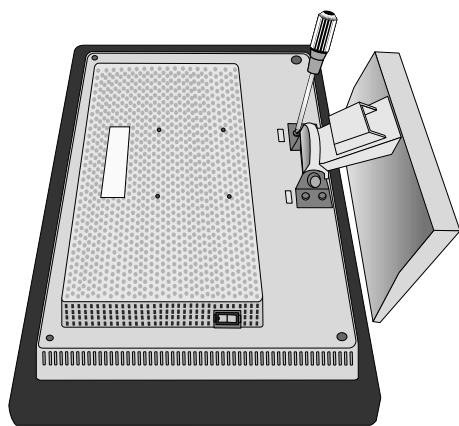

Figura R.2
4. Togliere le 4 viti che fissano il monitor al supporto e sollevare il gruppo supporto (**Figura R.2**), il monitor ora è pronto per un diverso montaggio.